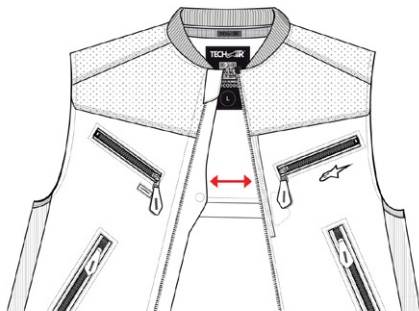

Figura 10
Para mantener el Sistema apagado, mantenga abierta la cremallera de activación (1) como se muestra en la figura 10. Mantenga siempre el Sistema en este estado mientras lo almacene, transporte o envíe (consulte la Sección 14 “Limpieza, almacenamiento y transporte”).